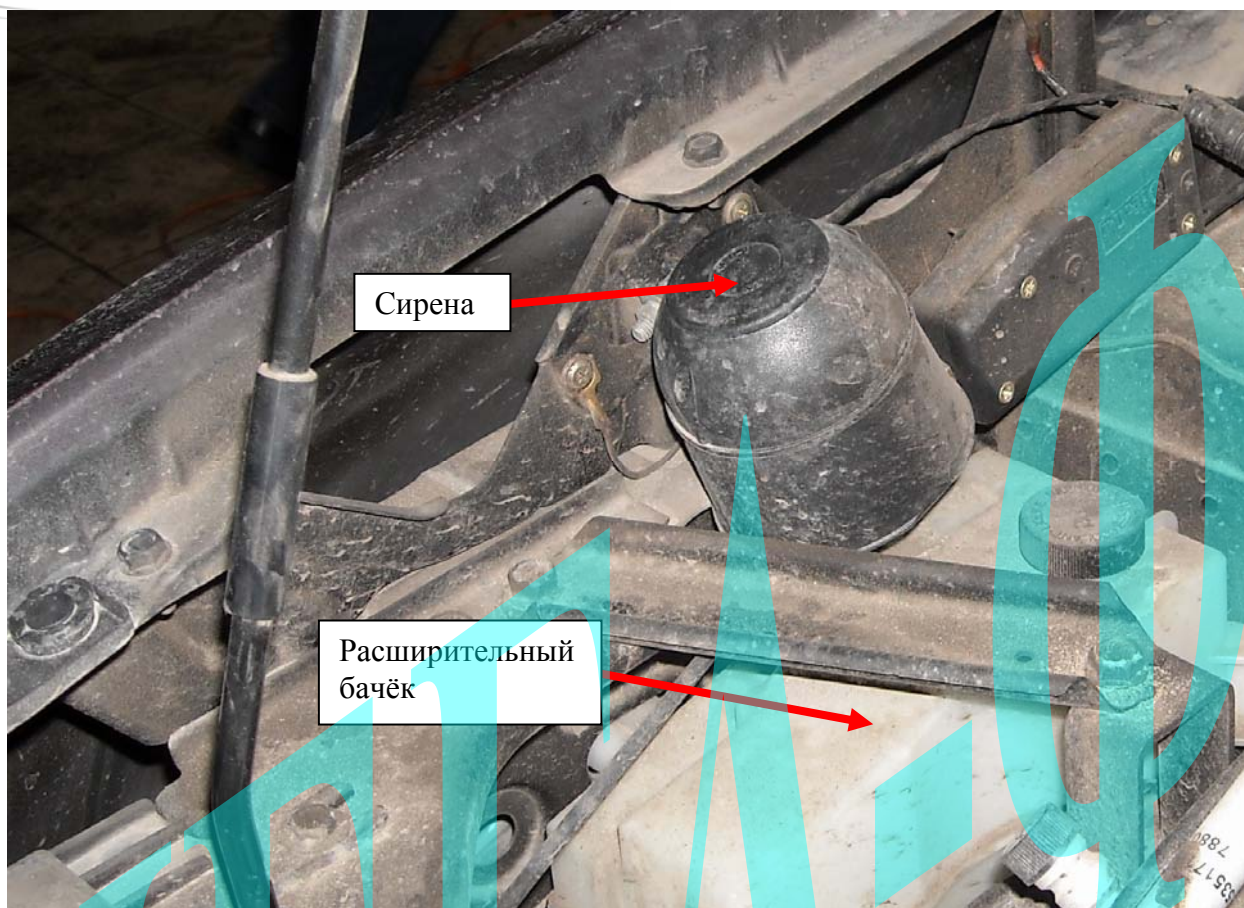

Рис. 10: Возможное место установки сирены.
Для подключения сирены необходимо также провести в моторный отсек коричневый провод разъема CN2 системы Scher-Khan Magicar 5(A) и соединить его с красным проводом сирены. Черный провод сирены качественно соединить с «массой» автомобиля. Сирену следует располагать рупором вниз или в сторону. Возможное место установки сирены указано на рис. 10.